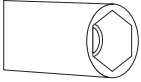

Abb. 3
1. Bitte verwenden Sie den Schraubenzieher mit Spezialkopf zum Entfernen und Installieren der Düse als. (abbildung 3)